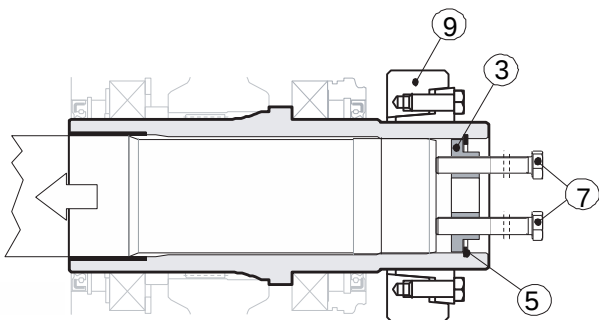

fig. 20
Inserire nei due fori filettati presenti sul fondello (pos. 3) n° 2 viti (pos. 7), avvitarle fino ad appoggiarle all'albero della macchina (pos. 1), quindi continuare ad avvitarle in modo alternato, facendo al massimo un giro per volta (vedi fig. 20).